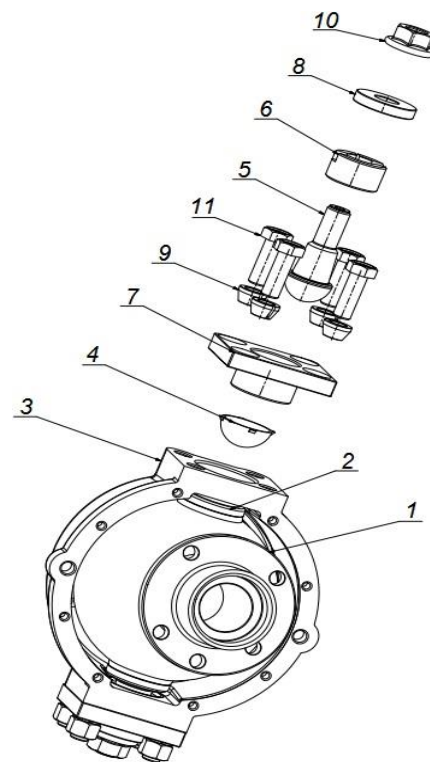

Рисунок 1 Поворотный кулак без рычага
Техническое обслуживание шкворневого узла включает в себя проверку на наличие люфтов и их устранение в случае появления. Для этого необходимо проверить наличие люфта (вывесив колесо на домкрате), если люфт есть, то снять колесо, открутить гайку (10) нижнего шкворня Рисунок 1, убрать накладку (8), вывернуть пресс-масленку. Нанести через мягкую оправку жесткий удар по торцу шкворня, с целью выведения конусов шкворня и втулки из зацепления и дотянуть конусную втулку до упора, усилие 10-15 кгс*м. Ввернуть пресс-масленку на место, установить накладку с прокладкой, затянуть гайку (10) с усилием 5кгс*м. В пресс-масленки добавить 2-3 гарантированных качка смазки. Чрезмерное количество подаваемой смазки здесь ни к чему, поскольку возможно продавливание манжеты поворотного кулака или сальника ШРУСа.